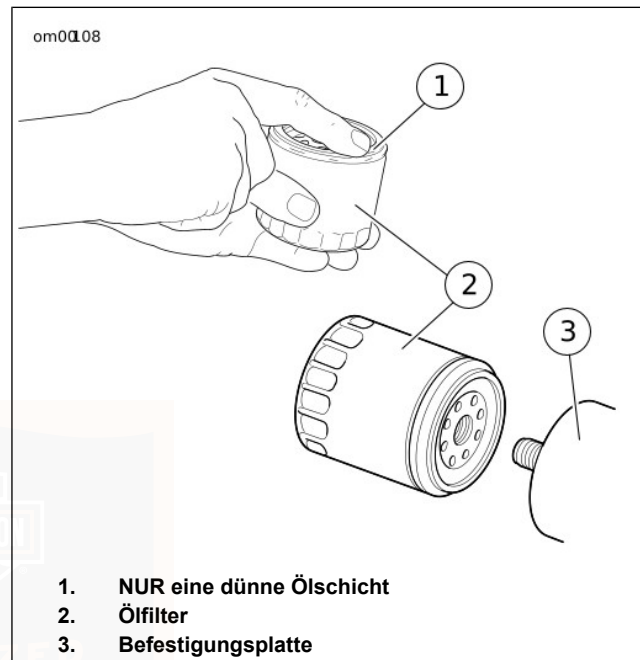

Abbildung 34. Auftragen einer dünnen Ölschicht
8. Siehe Abbildung 34. Die Dichtung mit sauberem Motoröl schmieren und den **neuen** Ölfilter an der Filterbefestigung einbauen. Den Ölfilter um 1/2- bis 3/4-Umdrehung von Hand anziehen, nachdem die Dichtung mit der Filterhalterungsfläche Kontakt hat. Den ÖLFILTERSCHLÜSSEL (TEILE-NR.: HD-42311) nicht zum Ölfiltereinbau verwenden.